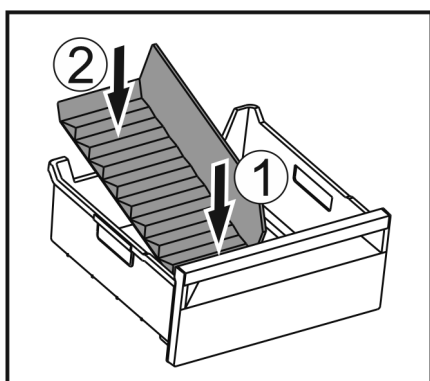

Fig. 149
- Inserire la parte anteriore del divisore dello scomparto del ghiaccio. Fig. 149 (1)
- Abbassare la parte posteriore del divisore dello scomparto del ghiaccio fino al fondo del cassetto. Fig. 149 (2)